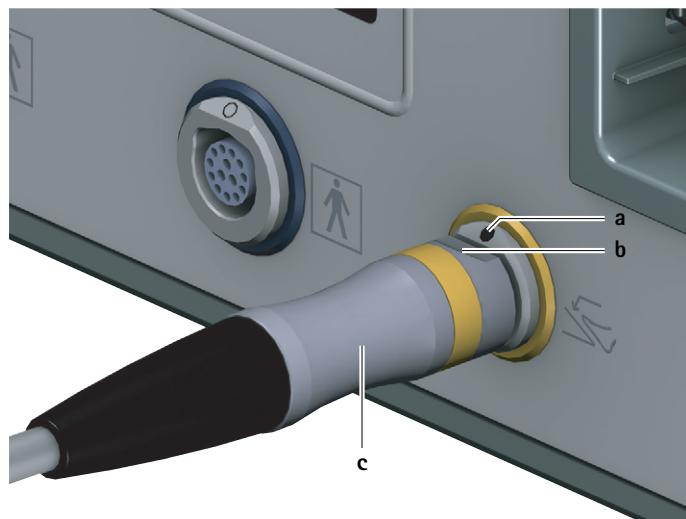

Fig. 2 Raccordement de la commande au pied
- Orienter le connecteur de la commande au pied **c** de telle sorte que le repère **b** sur le connecteur coïncide avec le repère **a** sur la prise de raccordement pour commande au pied **6**, voir Fig. 2.
- Retirer le connecteur de la commande au pied c hors de la prise de raccordement pour commande au pied 6, voir Fig. 2.